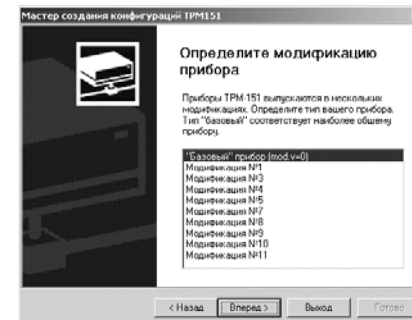

Рис. 20
**Если модификацию считать не удалось**, появится соответствующее сообщение. Нажмите [ОК] – откроется окно с приглашением выбрать модификацию прибора из списка (рис. 20).